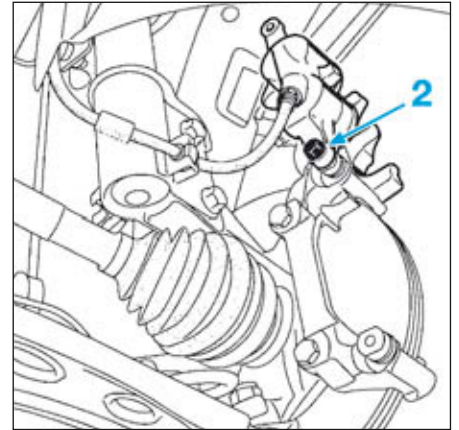

FIG.4
- Déposer la vis supérieure de colonnette (2) (Fig.4), puis déposer l'étrier de frein.